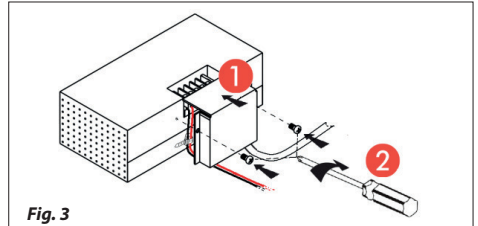

Fig. 3
- ATTENZIONE:** Rimontare la copertura e fissarla al caricatore con l'apposita vite (**Fig. 3**).